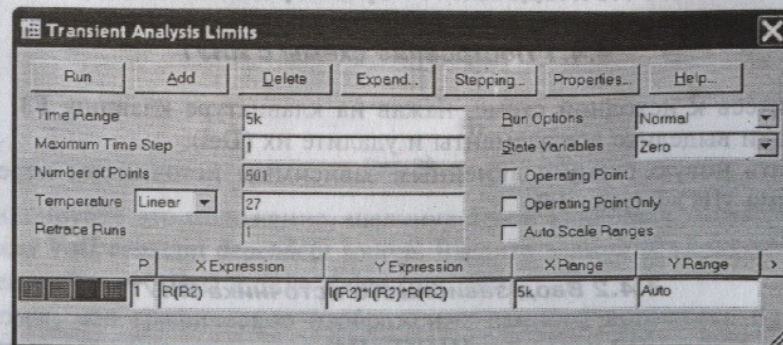

Рис. 26
Введите в окне Y Expression « $I(R2)^2 \cdot I(R2) \cdot R(R2)$ » — имя функции мощности, в окне Y Range — Auto (рис. 26).
3.4. Рассчитать для нагруженной RC-цепи (рис. 26) частоту  $f_m$  при которой фаза  $\varphi_m$  входного сопротивления имеет минимум. Результаты расчетов занести в таблицу 2.